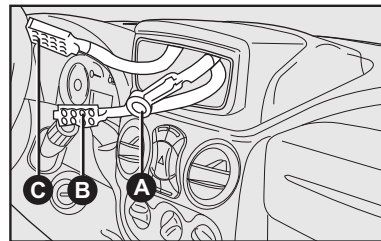

fig. 114
- Cabo e plugue de alimentação elétrica para o autorrádio **C-fig. 114**.
- Cabo e conector para a antena de teto **A-fig. 114**.
- Cabo e plugue para conexão dos alto-falantes **B-fig. 114**.
- Cabo e plugue de alimentação eléctrica para o autorrádio **C-fig. 114**.
- Alto-falantes no painel de instrumentos **fig. 114**.
- Cabos e plugue para conexão dos alto-falantes **B-fig. 114**.
Instalar a antena na sede prevista para a mesma **fig. 118** retirando os tampões interno e externo e conectando o plugue ao autorrádio **A-fig. 114**.